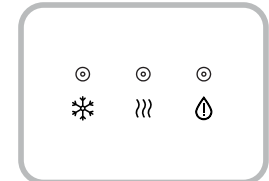

Fig.3
6. Allumez l'interrupteur d'eau chaude, attendez quelques minutes, puis allumez l'interrupteur d'eau froide. Laissez l'appareil atteindre les températures minimales d'eau froide et températures maximales d'eau chaude. Cela prend environ 35-60 minutes et est indiqué par l'extinction des lumières indicatrices. (Fig. 3)